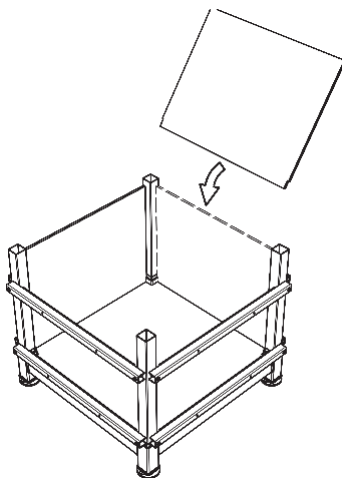

**Рисунок 22.** Образец установки опоры опалубки
5.1 Удостоверьтесь в том, что все четыре угловые стойки правильно вставлены в нижнюю раму. Вырежьте кусок фанеры для опалубки толщиной 18 мм в соответствии с EN 636-3, соблюдая формат, показанный на рисунке 21, и поместите его в центр нижней рамы. Привинтите болтами 8 опор опалубки к сварочным гайкам. Используйте болты, прикрепленные к опорам опалубки, см. рисунок 22. На данном шаге затяжка болтов не является обязательной.